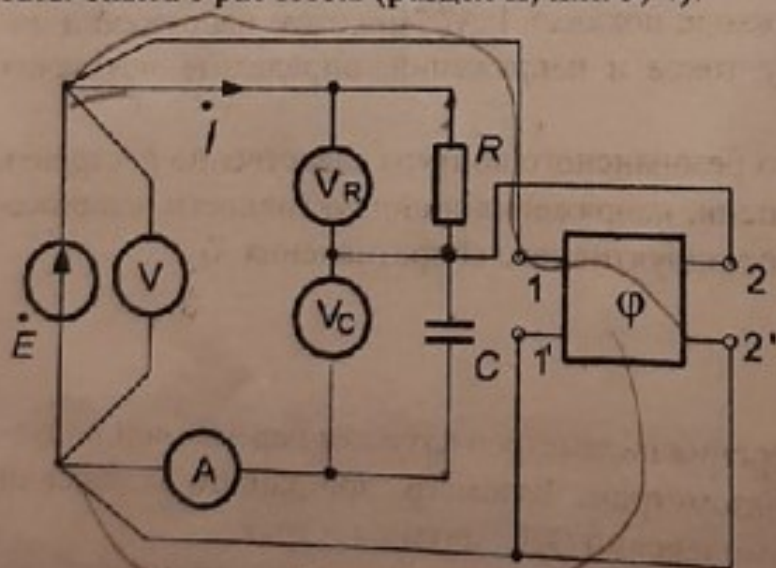

Рисунок 4.3
3. Определить ток в цепи из последовательно соединенных резистора  $R$  и конденсатора  $C$  при частоте  $f = 50$  Гц (рис.4.3, табл.4.2).
2. Собрать цепь из последовательно соединенных резистора  $R$  и конденсатора  $C$  (рис.4.3). Величины  $R$  и  $C$  взять из табл.4.2. Необходимое значение сопротивления резистора  $R$  получить настройкой на постоянном токе методом вольтметра и амперметра. Необходимая величина емкости устанавливается магазином емкостей.